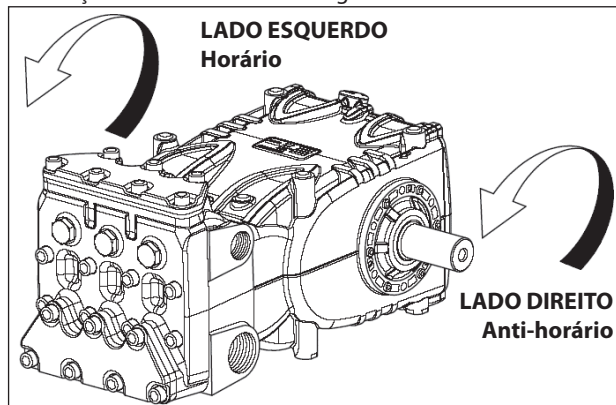

Fig. 5
O sentido da rotação é indicado por uma seta posicionada no cárter, próximo ao eixo da tomada de movimento. Posicionando-se na frente do cabeçote da bomba, o sentido da rotação deverá ser como da Fig. 5.
**N.B.** A versão relacionada na Fig. 5 é direita.